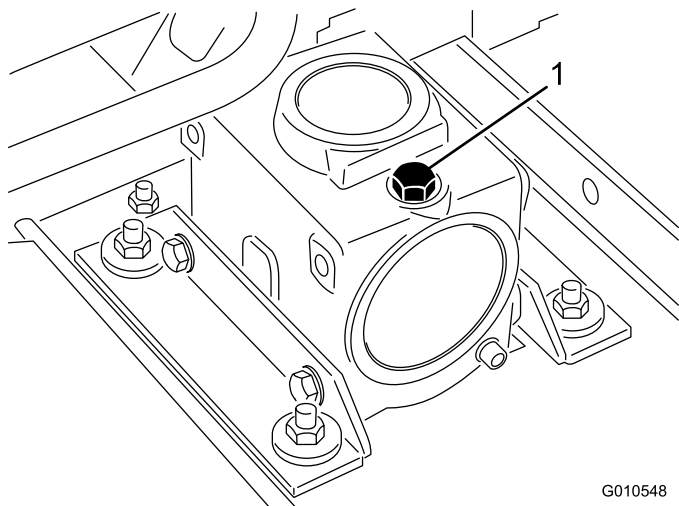

Figure 5
2. Retirez le bouchon de remplissage-jauge au sommet du boîtier d'engrenages (Figure 5) et vérifiez que le niveau de lubrifiant se situe entre les repères sur la jauge. Si le niveau de lubrifiant est bas, ajoutez suffisamment de lubrifiant pour faire monter le niveau entre les repères.